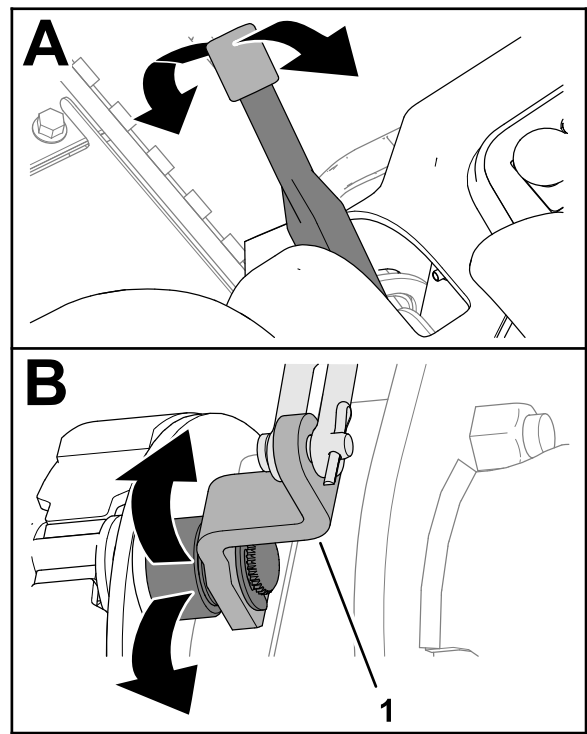

Bild 83
2. Bewegen Sie den Feststellbremshebel auf und ab, um zu prüfen, ob sich der Hebel für den Bremsnockenhebel frei bewegen lässt (**Bild 83**).